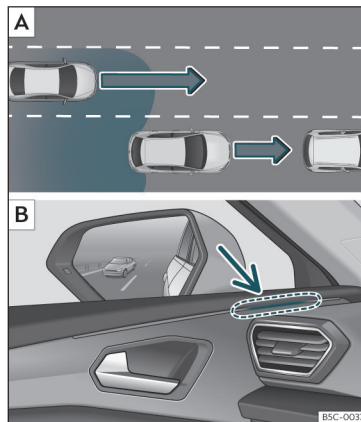

Abb. 170 Schematische Darstellung: **A** Überholvorgang mit Verkehr im hinteren Bereich. **B** Anzeige des Spurwechselassistenten an der Kontrollleuchte links.
In nachfolgenden Situation wird die Anzeige in der Kontrollleuchte»» **Abb. 170 B** (Pfeil) oder»» **Abb. 171 B** (Pfeil) dargestellt:
- Bei einer Überholung durch ein anderes Fahrzeug»» **Abb. 170 A**.